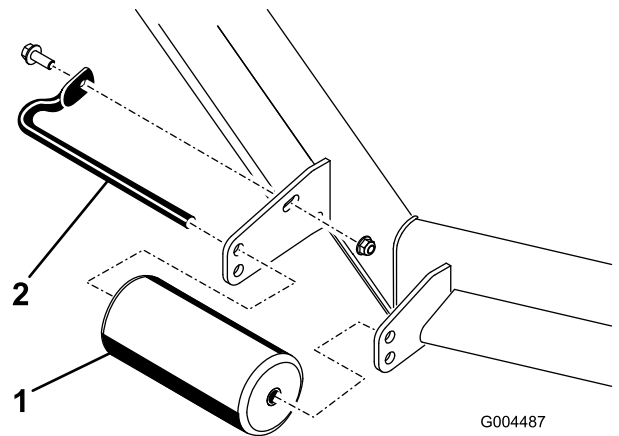
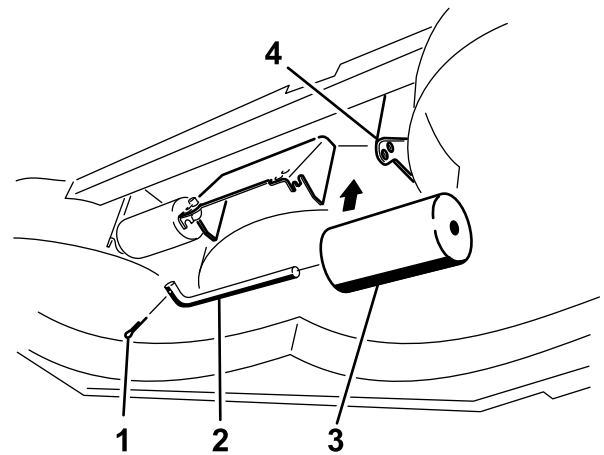

図 24
図 28
- デッキのローラを固定しているボルトナット類を外して、ローラの高さを調整する；使用するデッキのタイプに合わせて 図 24 から 図 28 を参照。